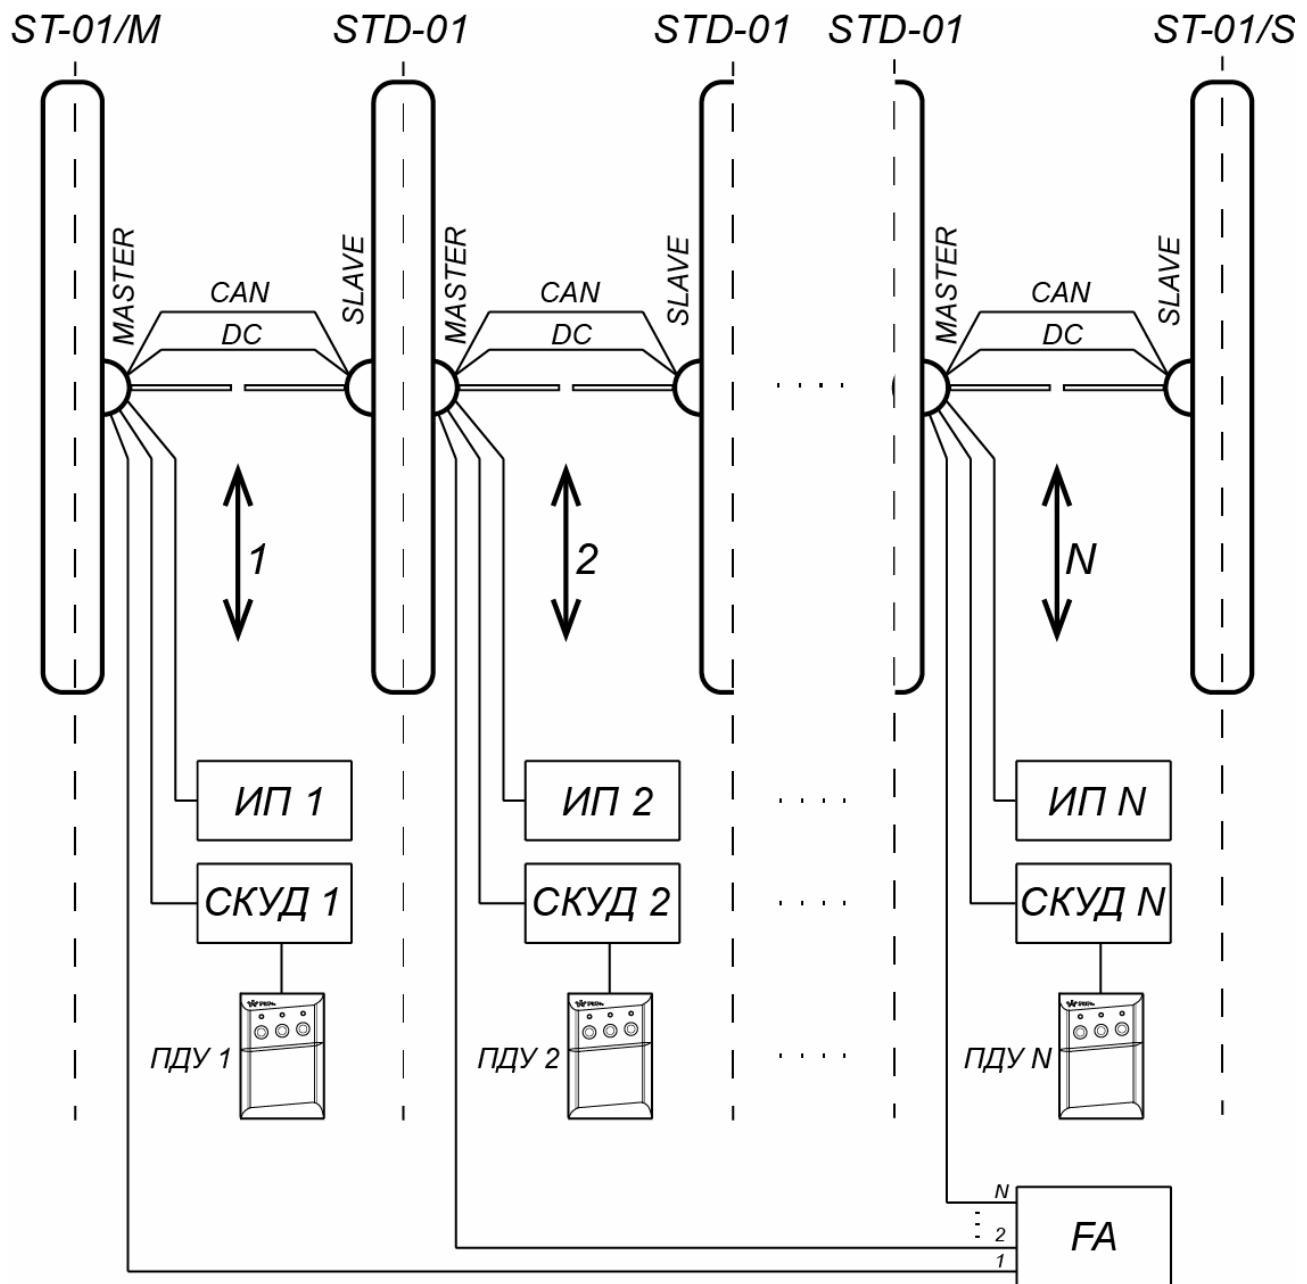
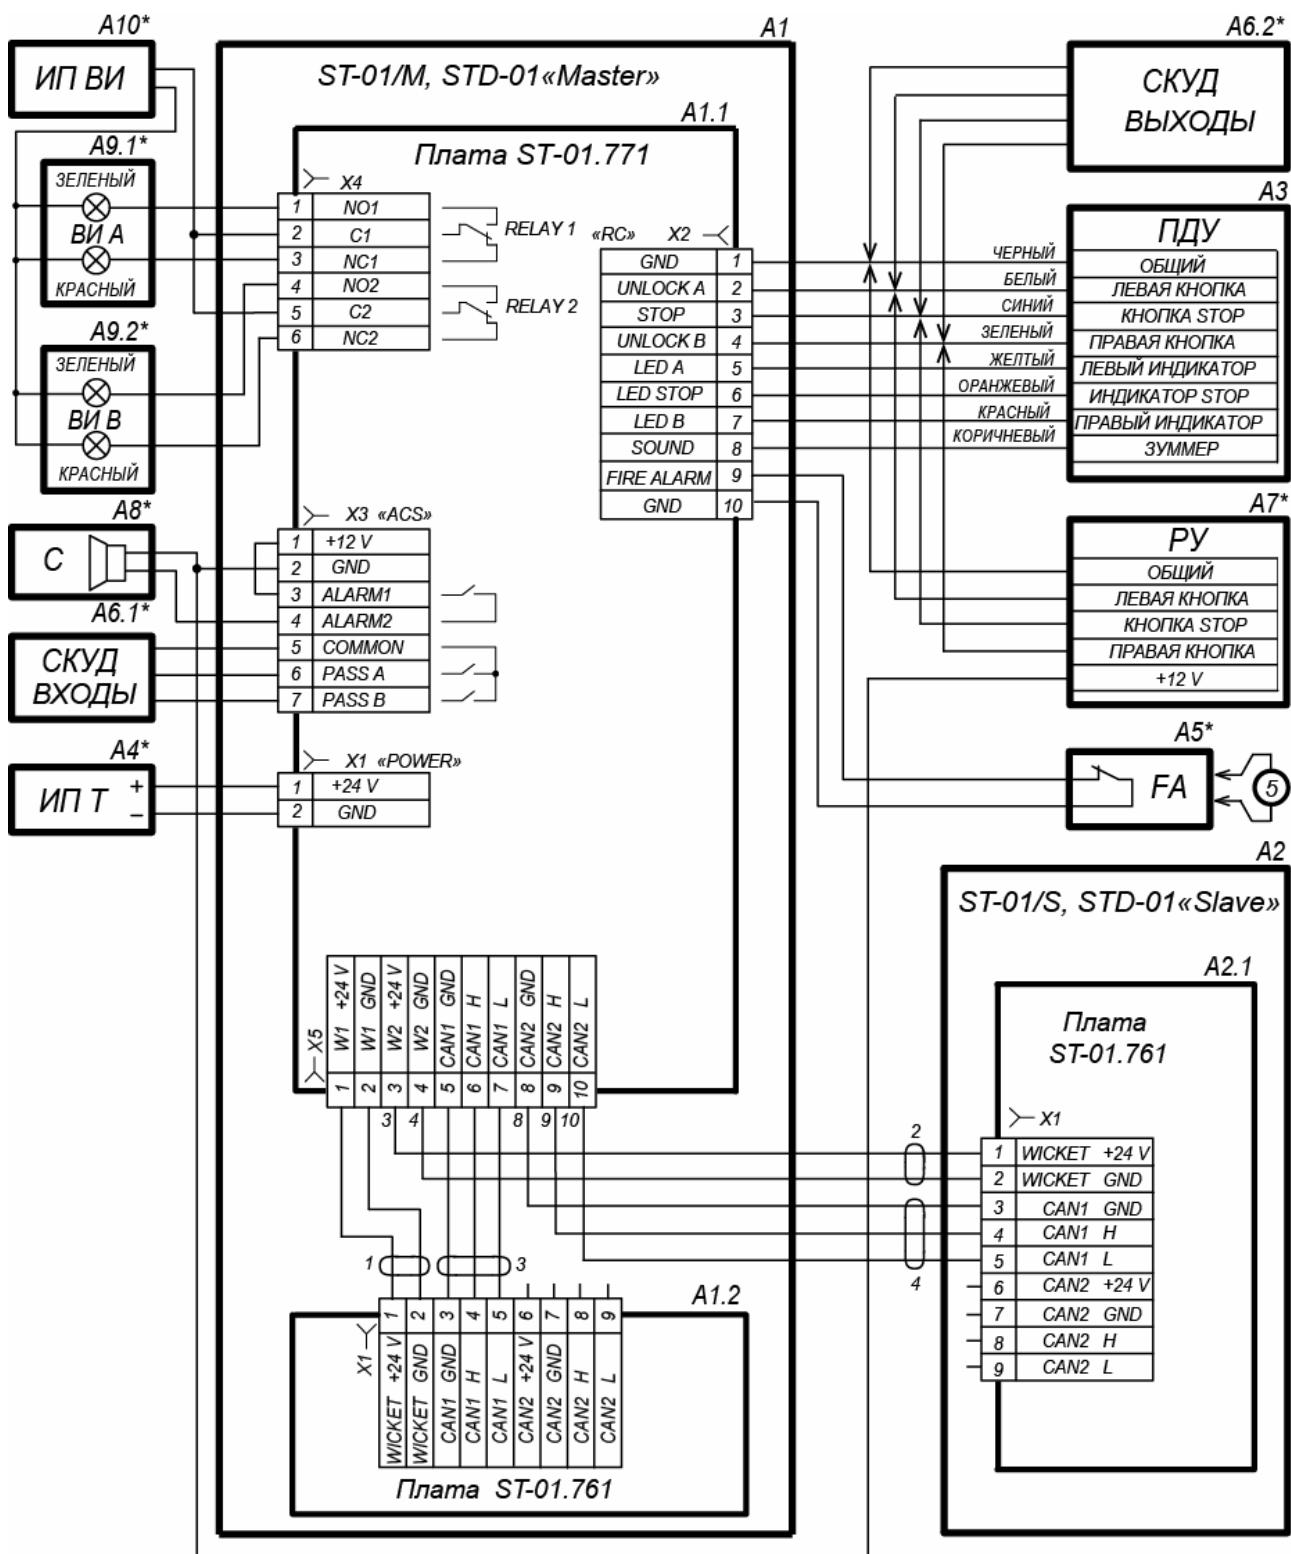

Рисунок 16. Схема соединений турникета PERCo-ST-01 и двусторонних секций PERCo-STD-01 для организации проходной с несколькими зонами прохода
Рисунок 17. Схема электрических соединений турникета¹¹
Схема электрических соединений турникета приведена на рис. 17. Типы кабелей, используемых при монтаже, перечислены в табл. 4. На рис. 16 приведен пример схемы соединений турникета и двусторонних секций при организации проходной с несколькими зонами прохода.
Если нет возможности использовать способ протяжки кабелей кондуктором, при необходимости кабели DC и CAN можно проложить сразу, до начала установки секций. Данные кабели находятся в центральной стойке секции (стороны секции) *Slave* внизу под кожухом. Для этого необходимо распаковать секцию *Slave*, снять кожух с центральной стойки (см. рис. 18), вынуть кабели DC и CAN и отсоединить их от платы управления приводом. На концах жил кабелей имеются маркеры с номерами, соответствующими схеме соединений (рис. 17).
24. Подключите кабели к плате управления турникета, расположенной в нижней части центральной стойки секции *Master* согласно схеме электрических соединений турникета (см. рис. 8 и рис. 17).